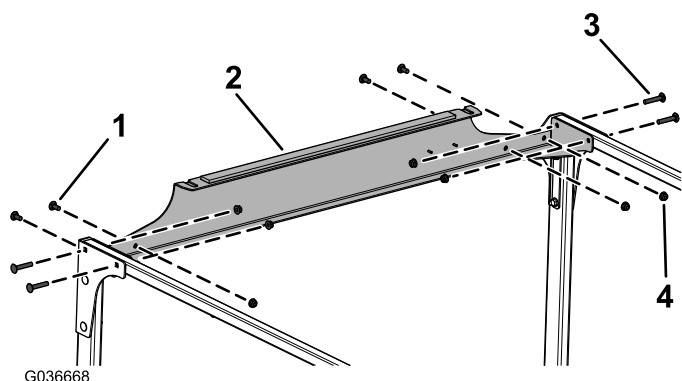

Bild 10
9. Befestigen Sie die hintere Querverbindung lose mit vier Schlossschrauben (5/16" x 1-3/4"), vier Schlossschrauben (5/16" x 3/4") und acht Bundmuttern (5/16") an den Querverbindungsrohren und den hinteren Platten, wie in **Bild 10** abgebildet.